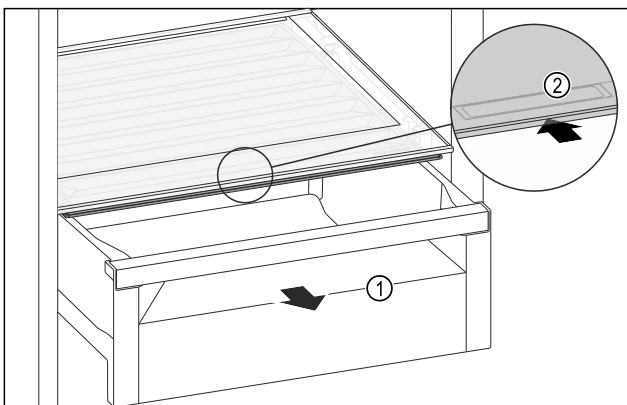

Fig. 125
- ▶ Извлеките выдвижной ящик Fig. 125 (1).
- ▶ Возьмитесь за уплотненную ручку Fig. 125 (2) на крышке отделения и одновременно введите крышку отделения назад.